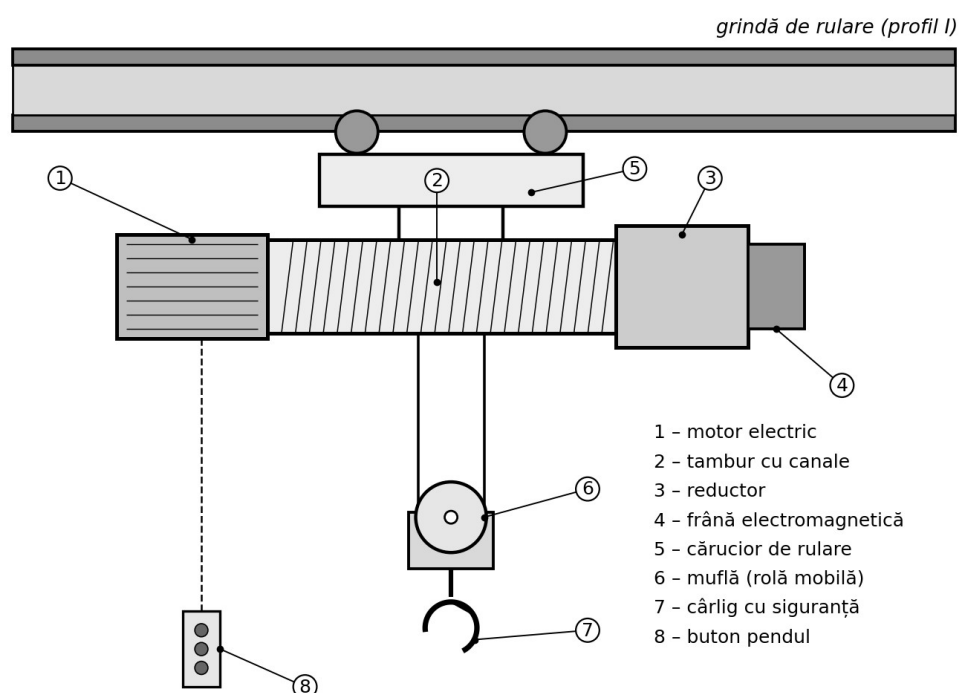

Fig. 8. Electropalanul cu cablu pe cărucior (vedere schematică)
– Fig. 8. Electropalanul cu cablu pe cărucior (vedere schematică) – motor asincron trifazat, de regulă cu două viteze (de exemplu 8 și 2 m/min – viteza mică pentru poziționarea precisă); la unele tipuri motorul are rotor conic, care deschide frâna prin deplasare axială la pornire – electromagnetică, cu disc (sau conică), normal închisă: arcu o strânge, electromagnetul o deschide când motorul primește tensiune – cu roți dințate cilindrice sau planetar, în baie de ulei; are dop de umplere, vizor sau joja de nivel și dop de golire